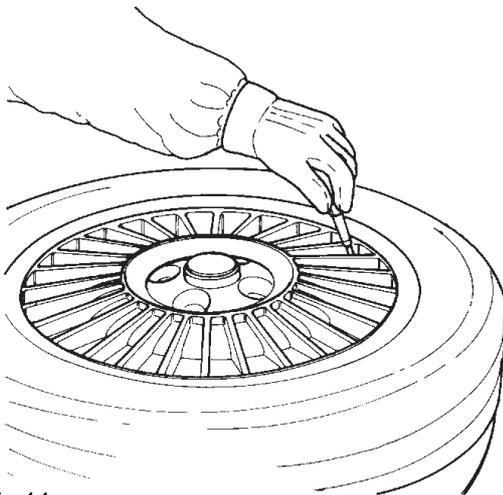

Fig.14
Remove the valve stem or core and deflate the tire (Fig.14).
A. Enlever toutes les masses des bords de la jante. Enlever la vanne et dégonfler le pneu (Fig.14).